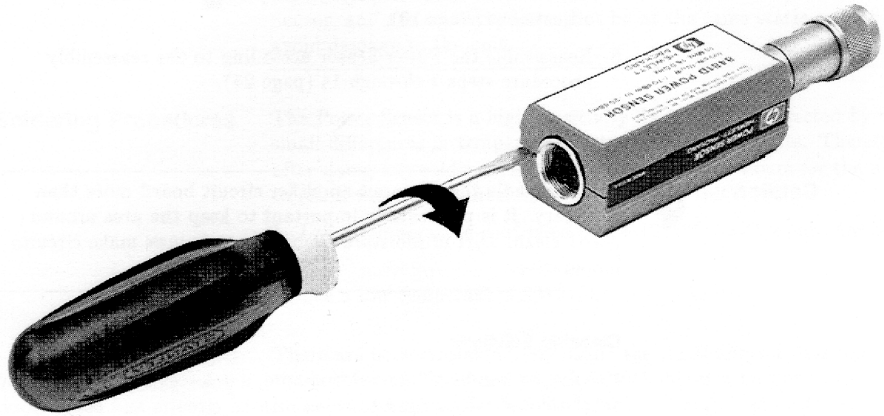

Figure 4-2 Retrait de la coque du capteur de puissance
- 1 À l'arrière du capteur de puissance, insérez la lame d'un tournevis entre les coques en plastique (voir **Figure 4-2**). Afin de ne pas endommager les coques en plastique, utilisez une lame de tournevis aussi large que le logement entre les deux coques.